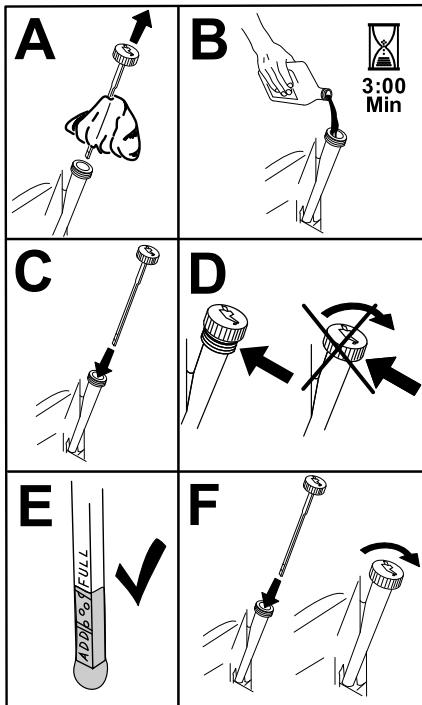

Figure 36
8. Versez lentement environ 80 % de l'huile spécifiée dans le tube de remplissage, puis faites l'appoint lentement pour faire monter le niveau jusqu'au repère maximum (Full) (Figure 36).